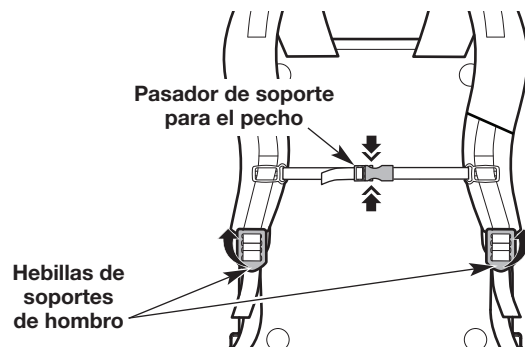

Fig. 12
- Tire hacia arriba de las lengüetas que están en la parte inferior de las hebillas de los soportes de hombro para aflojar dichos soportes (Fig. 12).
- Tire hacia arriba del pasador de soporte para el pecho para aflojar dicho soporte (Fig. 12).
- Se debe apretar la parte superior e inferior del pasador de soporte para el pecho para desconectar dicho pasador (Fig. 12).